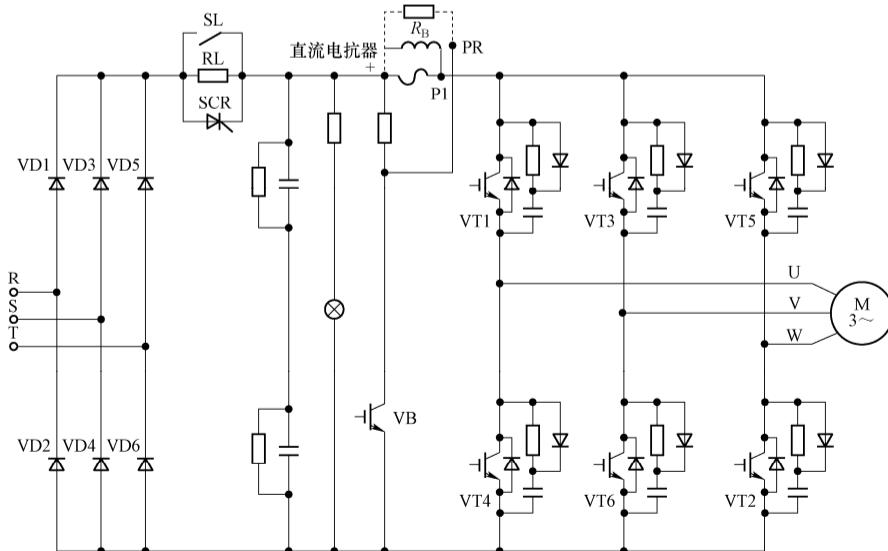
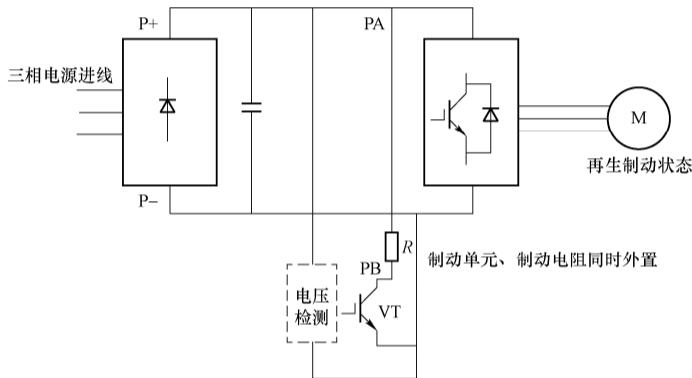

图 1-2-1 电压型变频器主电路原理图
图 1-2-2 能耗制动接线示意图
电压型变频器主电路原理图如图 1-2-1 所示。由图 1-2-1 可以看出，交—直—交变频器（通用变频器主要采用交—直—交变频，也有交—交—直变频）主电路实际上是整流电路和逆变电路的组合。整流电路将工频交流电整流，经不同方式的储能元件滤波后得到稳定的直流电，逆变电路根据不同的控制方式逆变产生频率和电压可变的交流电。
(1) 能耗制动。由并联在直流回路上的其他传动系统吸收或由直流回路中人为设置的与电容器并联的“制动电阻”耗散，内接或外接制动电阻的位置如图 1-2-1 所示，其接线示意图如图 1-2-2 所示。